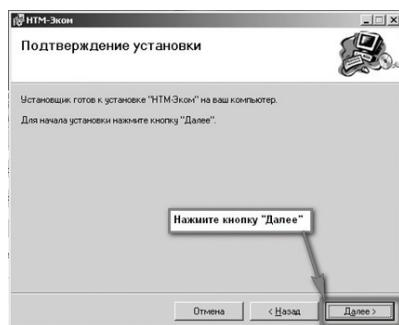

Рисунок 14
8.2.6 После того как ПО «НТМ-ЭкоM» будет установлено, нажать кнопку «Далее» (рисунок 14).